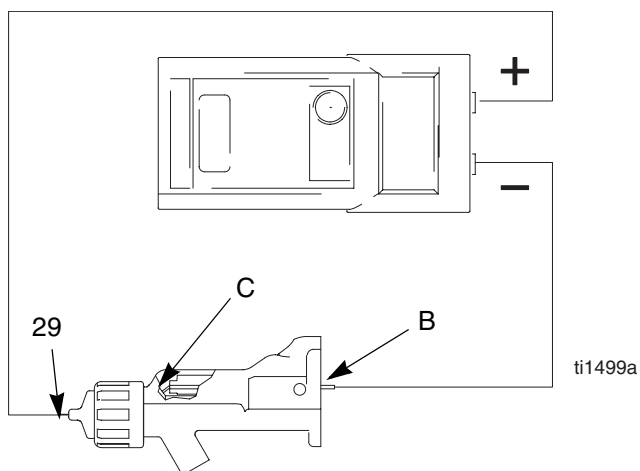

Fig. 19. Prova della resistenza degli elettrodi
2. Inserire un perno conduttivo (B) nel corpo della pistola (rimosso per la prova dell'alimentatore) e nel contatto di metallo (C) nella parte anteriore del corpo.
3. Misurare la resistenza fra l'asta conduttiva (B) e l'elettrodo (29). La resistenza deve essere compresa tra i 20 ed i 30 megohm. Vedere FIG. 19.